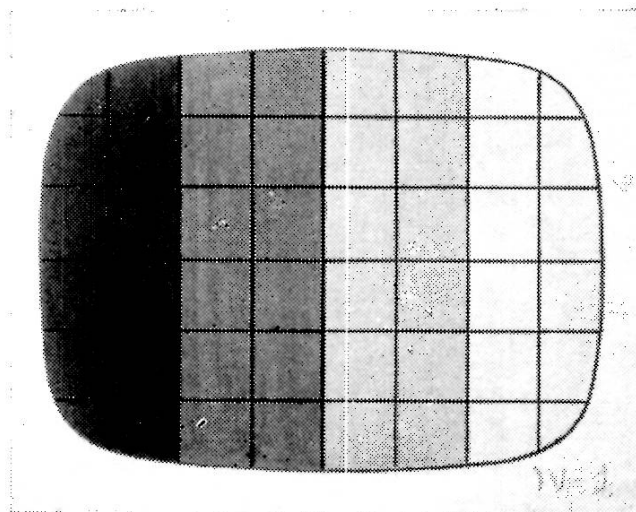

FIG. IV-1-2
b) Les réglages de linéarité verticale et de linéarité horizontale (réglages 3 et 6) ne doivent être faits que sur la mire électronique (**quad**drillage) ; voir figure IV-1-2. Sous aucun prétexte, ils ne doivent être retouchés sur une image ou une vue fixe quelconque, les caméras ou monoscopes n'étant pas toujours eux-mêmes linéaires !
2° La mire électronique (fig. IV-1-2) transmise ensuite, toujours accompagnée d'un son à 1 000 Hz ou parfois de musique enregistrée. Cette mire permet de régler le format de l'image dans le rapport 3/4, sans débordement excessif du cache placé devant l'écran. Elle permet également de vérifier les linéarités horizontale et verticale, et d'ajuster les réglages de contraste et de lumière pour une bonne reproduction des demi-teintes. Les cadrages horizontal et vertical peuvent également être effectués sur cette mire. En cas de difficulté pour ces réglages, voir chapitre III, § 13, tous les numéros se rapportant aux déformations et aux défauts géométriques de l'image, ainsi que le § 14, numéros 1 et 2.